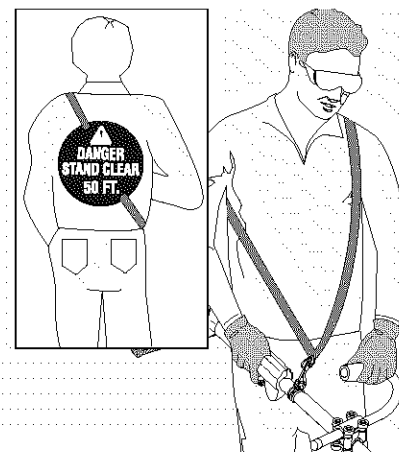

Fig. 12
1. Coloque el arnés para el hombro sobre el hombro izquierdo, el letrero de "Danger" en la espalda, y abroche en la cadera derecha (Fig. 12).
2. El gancho debe quedar aproximadamente 15 pulgadas (38 cm) sobre su rodilla, o seis (6) pulgadas (15 cm) debajo de su cintura (Fig. 12).
3. Abroche el gancho en la abrazadera del arnés del hombro de la unidad (Fig. 14) y levante la unidad hasta la posición de operación para comprobar que ajuste bien antes de comenzar a operar la unidad (Fig. 12).